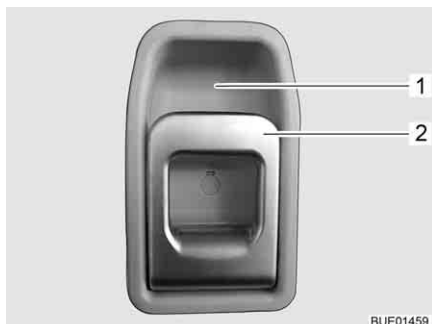

Fig. 29 Serratura della porta di ingresso, lato interno
- Apertura:* ■ Tirare la maniglia (Fig. 29,2). La serratura della porta si sblocca.
- Bloccaggio:* ■ Premere la maniglia (Fig. 29,2) in alto verso l'impugnatura (Fig. 29,1).